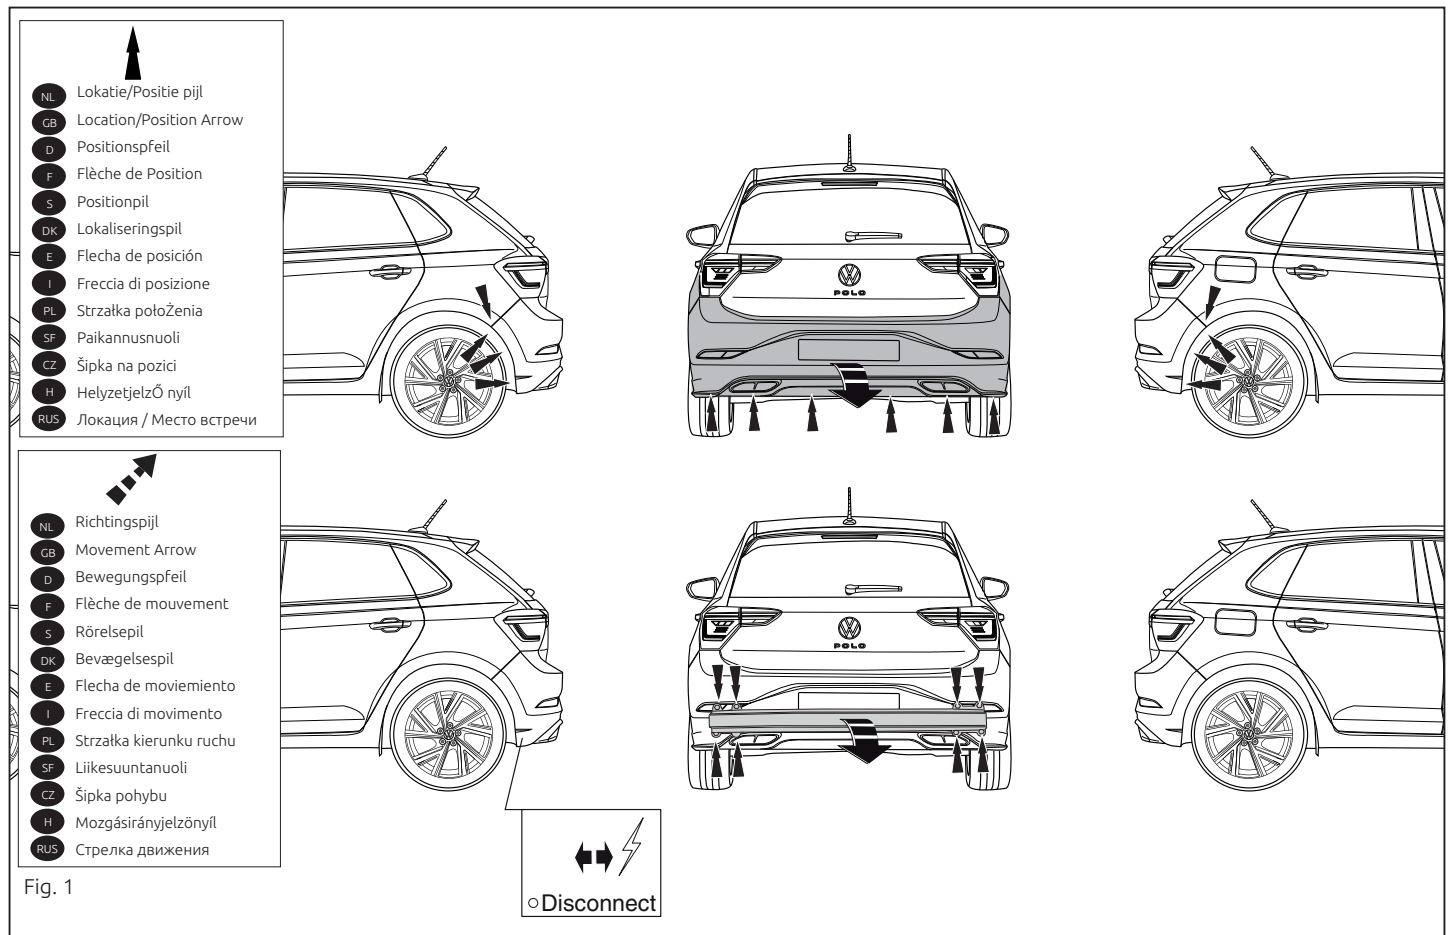

Fig. 1
2. Remove the bumper and the buffer beam from the vehicle. The buffer beam will no longer be needed. Replace the bolts and nuts. See figure 1.
2. Die Störstange einschließlich des Stoßbalkens vom Fahrzeug abmontieren. Der Stoßbalken wird nicht mehr benötigt. Schrauben und Muttern wieder anbringen. Siehe Abbildung 1.
2. Déposer le pare-chocs du véhicule y compris la traverse; la traverse ne sera plus utilisée. Remettre les boulons et écrous de fixations en place. Voir la figure 1.
2. Снять бампер вместе со буферным брусом автомобиля. Буферный брус больше не понадобится. Поставить болты и гайки на место. См. рисунок 1.